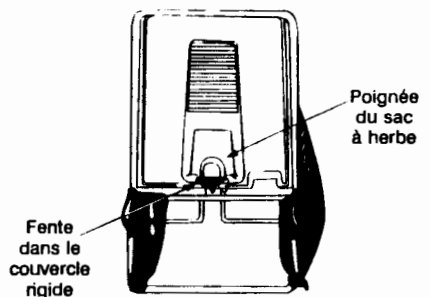

Figure 9
5. Accrochez la poignée sur le cadre du sac à herbe dans la fente dans le couvercle rigide, par en dessous du couvercle. Voir la figure 9.